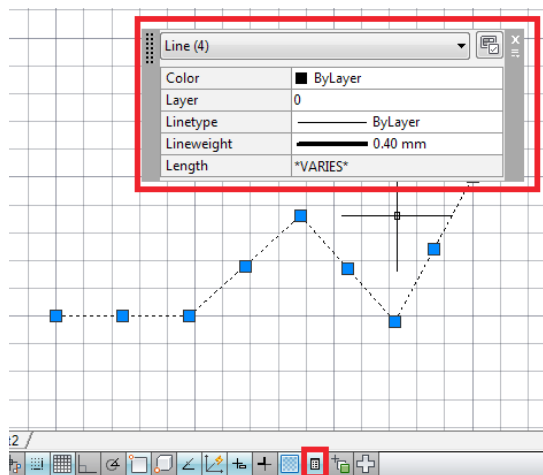

Рис. 56 Функция QP (Quick Properties) (Быстрый вывод свойств)
- Функция **QP (Quick Properties) (Быстрый вывод свойств)** позволяет увидеть список главных свойств объекта. Для этого при нажатой кнопке **QP (Быстрый вывод свойств)** необходимо выделить необходимый объект (Рис. 56).